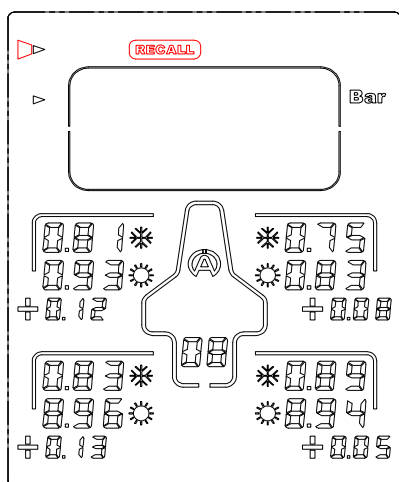

Figura 6
- 1) Com a ajuda dos botões , seleccione o ícone "RECALL" (figura 6)